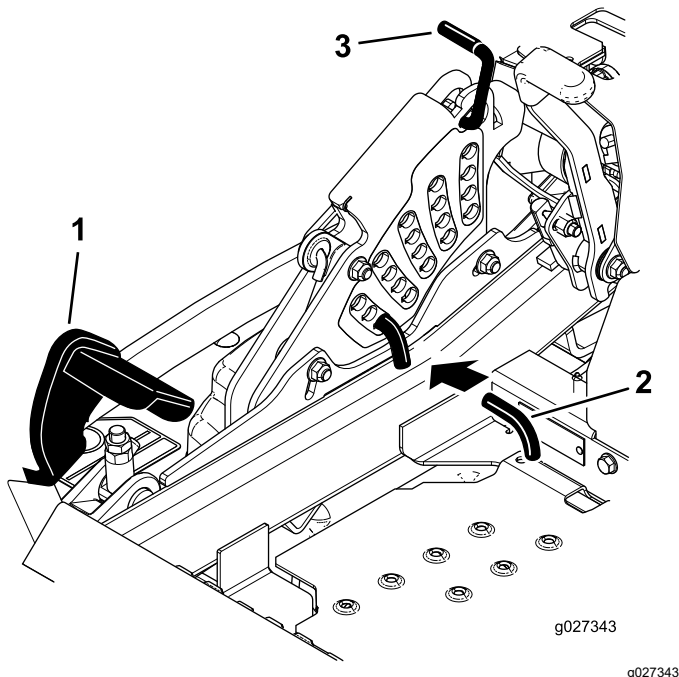

Figura 114
- Empuje el pedal de elevación de la carcasa hacia delante del todo; la carcasa se enganchará en la posición de transporte de 14 cm (5½") (Figura 114).